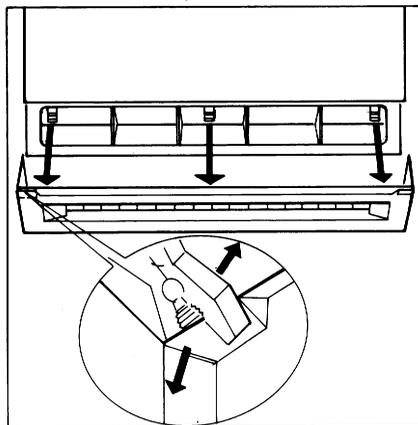

Fig. 3
- Smontare il copri-zoccolo e con l'ausilio di una pinza liberare l'incavo per la cerniera inferiore nella parte sinistra dello stesso (**Fig. 3**).